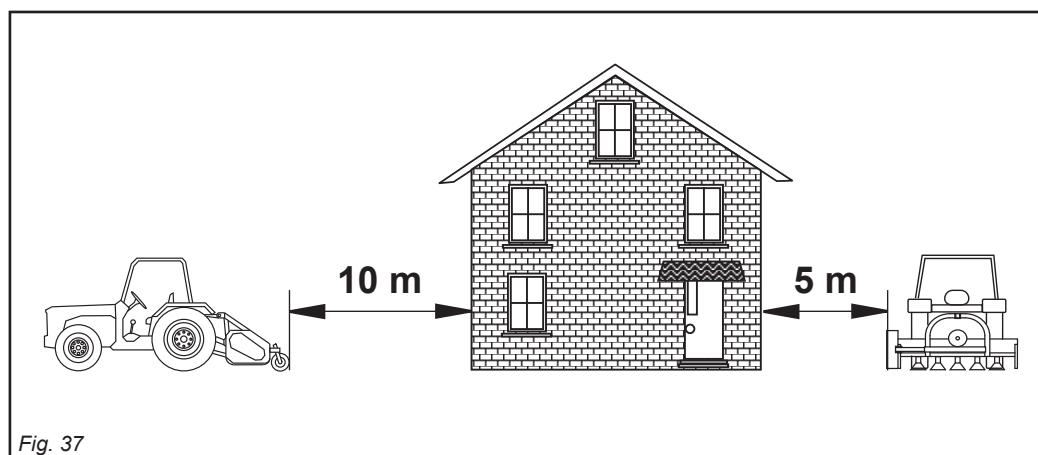

Fig. 37
- Lavorando in prossimità di abitazioni o strade rispettare le distanze di sicurezza (Fig. 37): 5 metri lateralmente, 10 metri posteriormente.
- Comply with the safety distances when working near built-up areas or roads (Fig. 37): 5 meters each side, 10 meters at the rear.